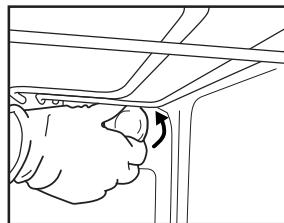
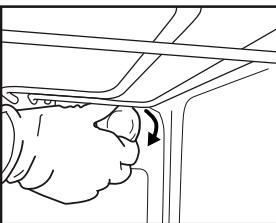

Рис. 6
Рис. 7
2. Выкрутите плафон (Рис. 6), замените лампочку (тип новой лампочки указан в примечании ниже) и вкрутите плафон в свое место (Рис. 7).